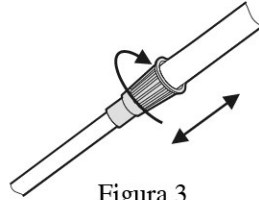

Figura 3
3. Girare il dado di blocco dell'asse in senso orario fino ad allentarlo, allungare o accorciare l'asse in modo che quando ci si trova in posizione verticale con il rilevatore in mano, la sonda di ricerca sia a livello e circa mezzo pollice sopra la terra con il braccio disteso al sul fianco. (Figura.3).